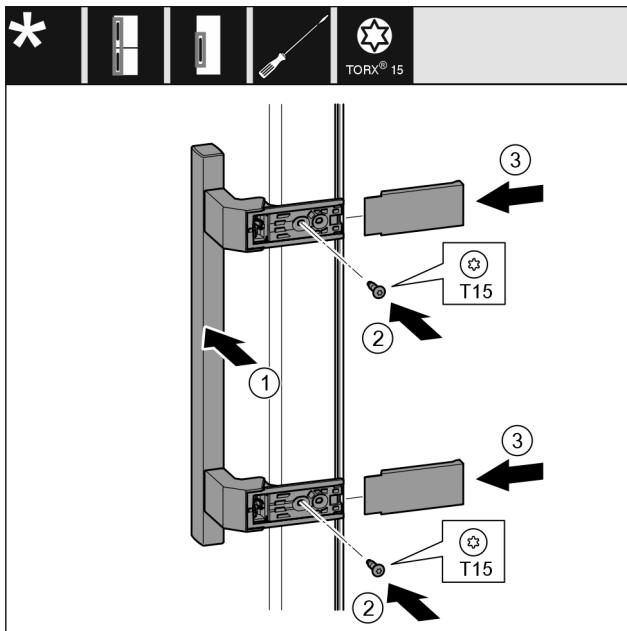

Fig. 30
- Griff Fig. 30 (1) auf der Gegenseite ansetzen.
- Schrauben Fig. 30 (2) mit Schraubendreher fest-schrauben.
- Abdeckungen Fig. 30 (3) seitlich ansetzen und aufschieben.